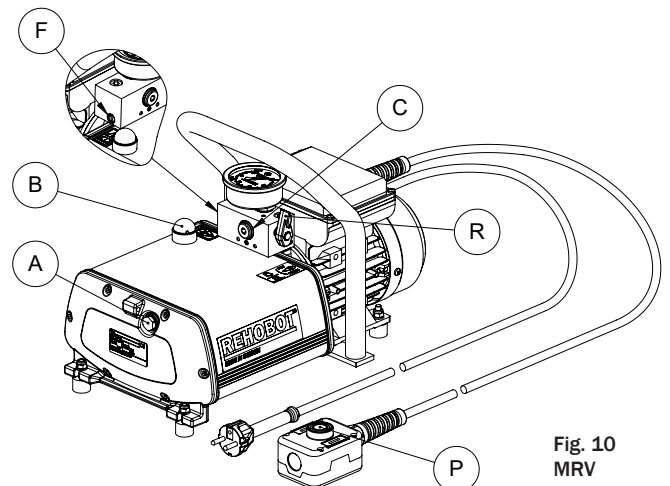
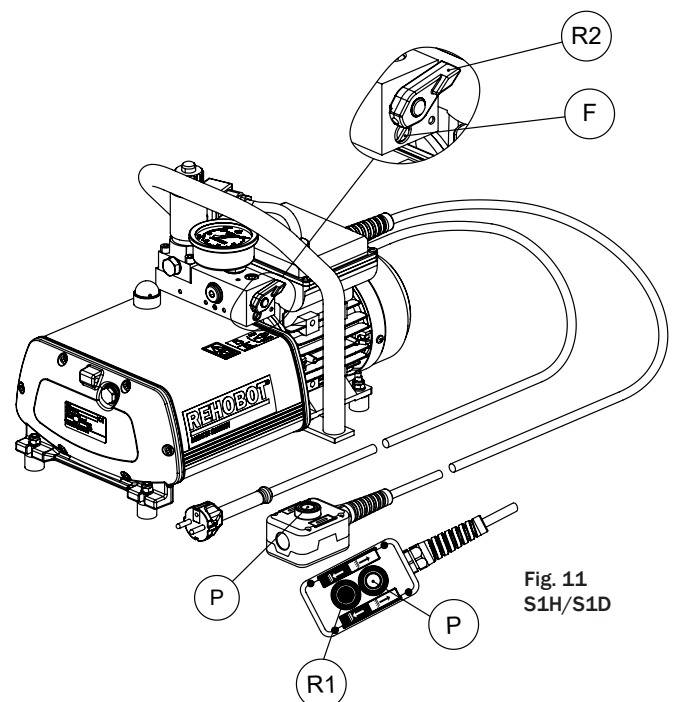

Fig. 10
Fig. 11
Pumpens oljepåfyllningsplugg har inbyggd luftventilering för att motverka över- och undertryck i oljetanken (fig. 10 pos. B)
Siktglas för enkel kontroll av max. oljenivå (fig. 10 pos. A)
Anslut hydraulslang med G 1/4" koppling (fig. 10, pos. C) eller använd REHOBOT snabbkopplingar.
Pumpens siktglas (fig. 10 pos. A) kan bytas ut mot lämplig G 1/4" koppling och användas som returport. Placera pumpen så att siktglaset är högre upp än oljenivån innan byte sker.
- Skruva bort oljepåfyllningspluggen (Fig. 10, pos. B).
- Fyll oljebehållaren genom påfyllningshålet tills oljenivån når mitten av siktglaset (fig. 10 pos. A).
Reglering av trycket sker genom att vrida inställningsskruven (fig. 10 och fig. 11 pos. F)